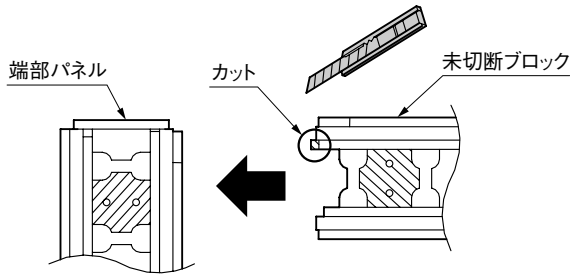

図12-1-1
① ブロック同士をつき合わせて施工してください。つきあてる側のブロックの凸部を、カッター等でカットしてください。(図12-1-1参照)